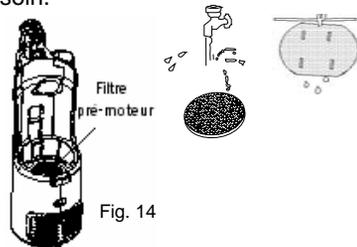

Fig. 14
- Retirez la coupelle et le filtre HEPA pour pouvoir retirer le filtre pré-moteur. (Fig. 14)